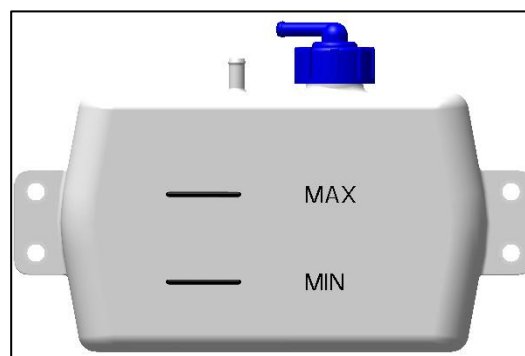

Fig. 274 – MAXIMUM- EN MINIMUMNIVEAU
- Controleer regelmatig het koelvloeistofniveau in het expansievat (Fig. 274).